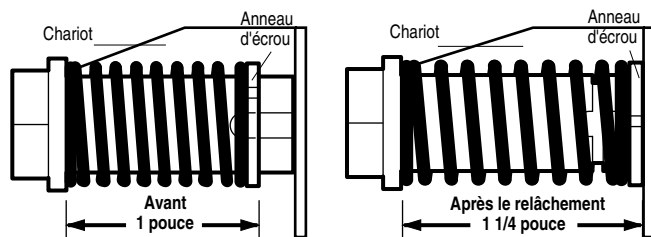

Figure 3
- Placer une clé à fourche de 7/16 de pouce sur l'extrémité carrée. Tourner environ 1/4 de tour jusqu'à ce que le ressort se dégage et enclenche l'anneau d'écrou contre le chariot (Figure 3).